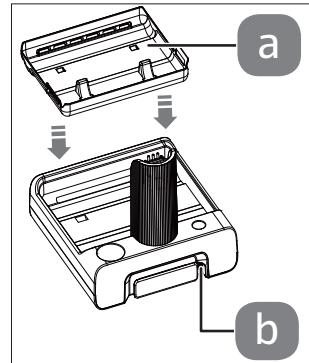

Abb. 4 – Ladestation
- ▶ Stecken Sie den Hohlstecker des mitgelieferten Netzadapters in die Anschlussbuchse (b) auf der Rückseite der Ladestation (**(siehe Abb. 4)**).